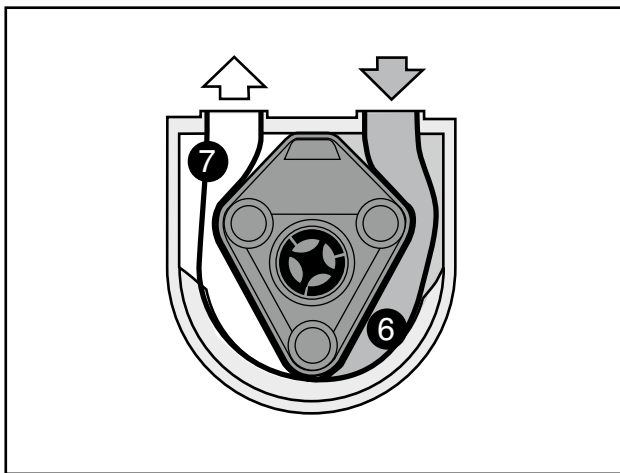

Fig. 7 6 Chambre du tuyau
Alors que la chambre du tuyau, pos. 6, reste constante, la chambre de pression, pos. 7, est réduite par la rotation du rotor ; il en résulte un phénomène de pompage volumétrique (fig. 7).